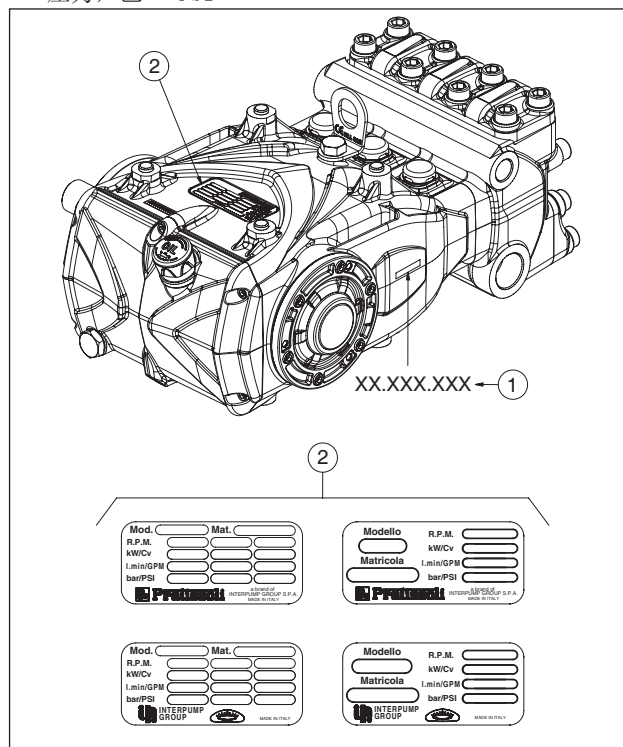

图1
每台泵浦均带有自己的系列号XX.XXX.XXX，请参阅位置①，以及一个标牌，请参阅②的图1，上面标有：